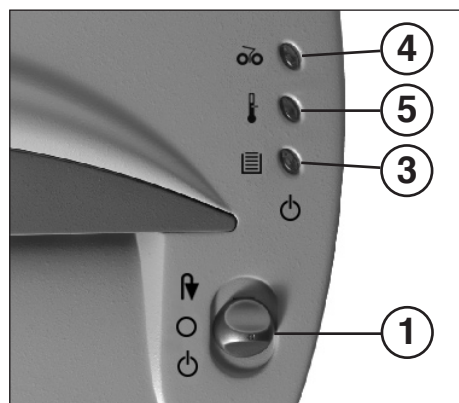

Abb. 1
1 = Funktionsschalter (Abb. 1)
3 = Kontroll-Anzeige (Abb. 1)
4 = Kontroll-Anzeige „Materialstau“ (Abb. 1)
5 = Kontroll-Anzeige (Abb. 1)
- Funktionsschalter (1) (Abb. 1) in Stellung „“ schalten. Die Kontroll-Anzeige (3) (Abb. 1) leuchtet auf (grün).
Achten Sie darauf, daß das Gerät über Nacht ausgeschaltet ist (Funktionsschalter (1) (Abb. 1) in Stellung „O“ schalten).
- Die Kontroll-Anzeige (4) (Abb. 1) leuchtet auf.